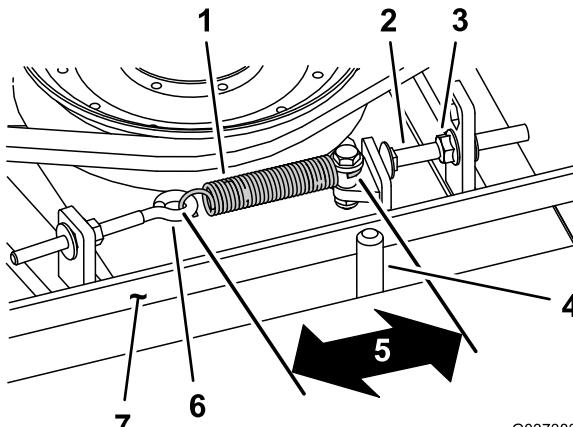

Figure 113
Lorsque le ressort d'extension est correctement tendu, l'intérieur doit mesurer (d'un crochet à l'autre) entre 8,3 et 9,5 cm. Lorsque le ressort est correctement tendu, ajustez le boulon de butée (boulon de carrosserie) jusqu'à obtention d'un jeu d'environ 2 à 5 mm entre la tête du boulon et le bras de tension (Figure 113).
Remarque: La courroie doit être placée du côté ressort du guide (Figure 113).
2. Desserrez le boulon à œil (Figure 113).
3. Desserrez l'écrou à embase qui fixe le boulon de butée à la patte de montage, et écartez la poulie de tension de la courroie (Figure 113).
9. Raccrochez le ressort d'extension (Figure 113) au boulon à œil et tendez la courroie comme suit :